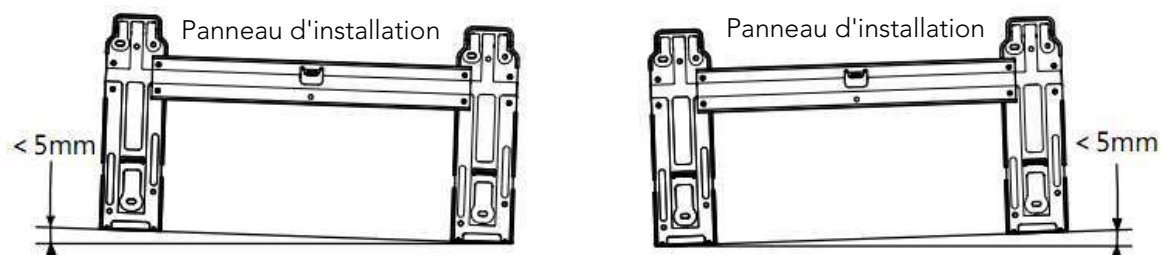

Fig 4
- Retirez la plaque d'installation métallique de l'unité intérieure. Réglez la plaque d'installation en position horizontale. La différence de hauteur entre les côtés gauche et droit de la plaque d'installation doit être inférieure à 5 mm. (Fig.4)